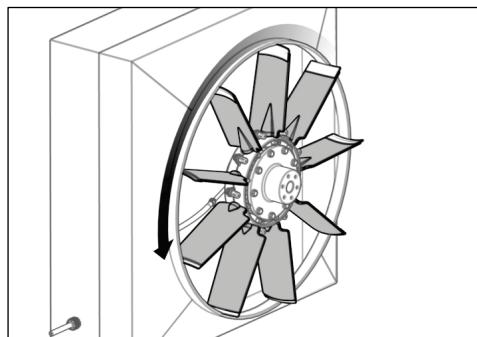

Bild 34
- 29)** Rotera fläkten för hand (se Bild 34).